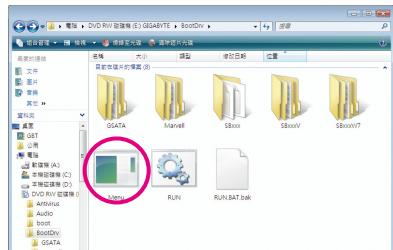

图2
- 2：进入光盘中「BootDrv」文件夹，双击「Menu.exe」文件(图2)后会出现「命令提示字符」画面，内含如图3的控制器选单。